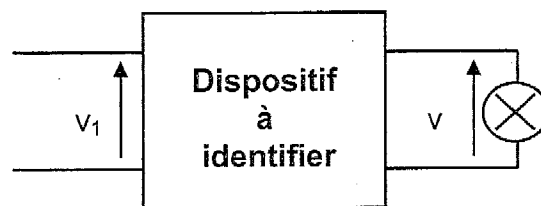

Figure 2 : alimentation du voyant
5. A partir d'une tension simple, on souhaite alimenter un voyant de mise en fonctionnement sous une tension v de valeur efficace $V = 12\text{ V}$ de fréquence 50 Hz . On utilise le montage de la figure 2 ci-contre.